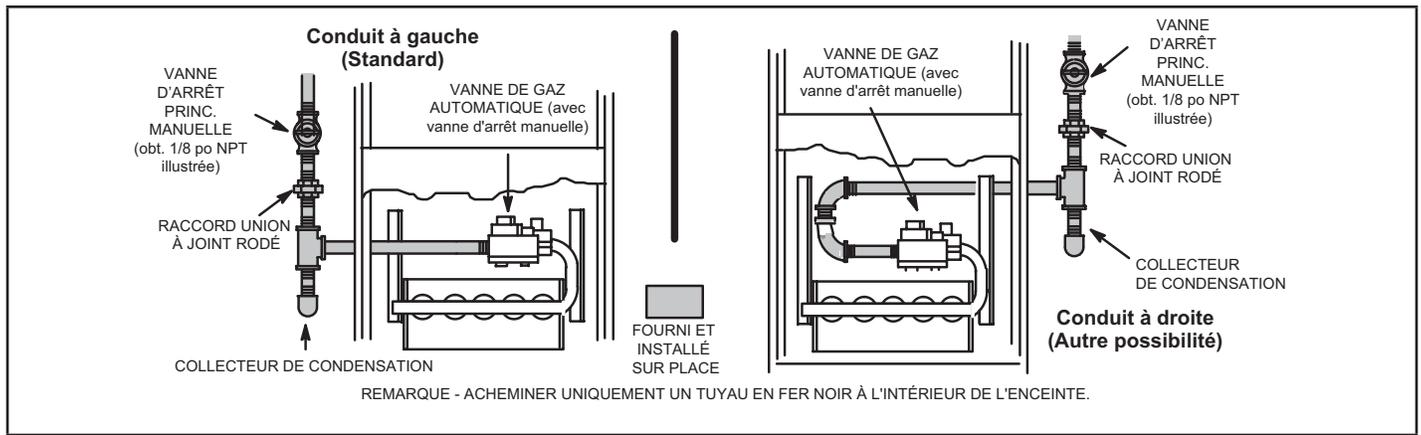

FIGURE 55
- 1 - La canalisation de gaz peut pénétrer dans l'appareil par le côté droit ou le côté gauche. La canalisation d'alimentation entre dans la vanne de gaz par le côté de la vanne, comme illustré à la FIGURE 55. La canalisation de gaz doit être serrée à un couple minimum de 350 livres et un maximum de 800 livres sur la vanne de gaz.
- 3 - La canalisation de gaz ne doit pas traverser les conduits d'air, les chutes à linge sale, les cheminées ou conduits d'évacuation des gaz, les monte-plats ou les cages d'ascenseur. Centrer la canalisation de gaz dans l'ouverture. La canalisation de gaz ne doit pas toucher le côté de l'unité. Voir la FIGURE 55.